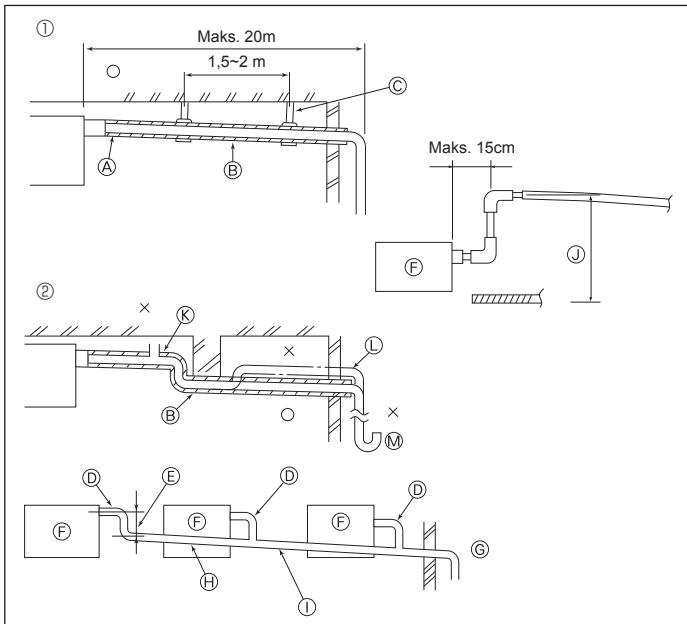

Fig. 3-4
3.4. Drenering røropplegg (Fig. 3-4)
- ① Riktig røropplegg
- ② Feil røropplegg